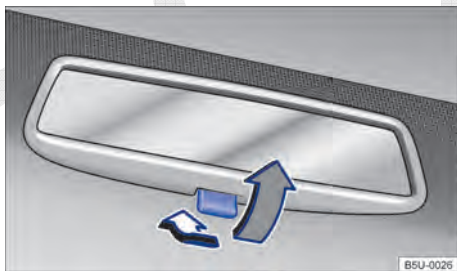

Fig. 70 No para-brisa: espelho retrovisor interno com antiofuscante manual.
- Posição noite: puxar a alavanca ⇒ **Fig. 70** (seta cinza), para evitar o ofuscamento dos faróis dos veículos que trafegam atrás.